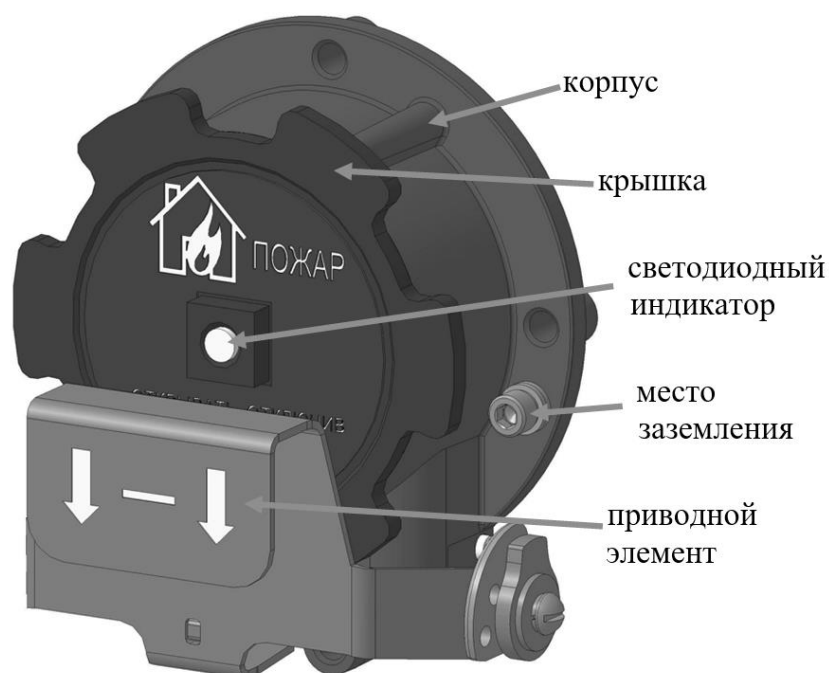

Рисунок 2.
- Для перевода извещателя в режим «Пожар» необходимо потянуть вниз приводной элемент. (см. рисунок 2). Извещатель перейдет в режим «Пожар», светодиодный индикатор переключится в режим постоянного свечения.
- сместить вниз защитный элемент (см. рисунок 2);